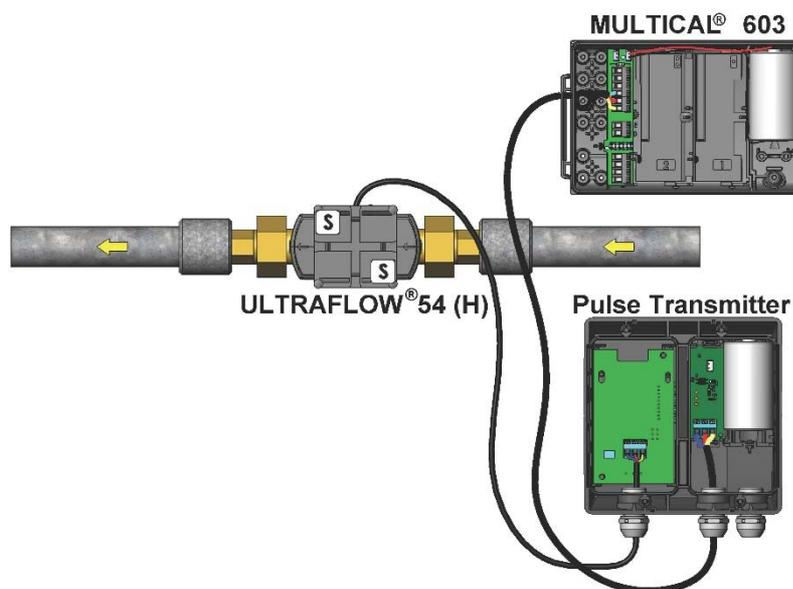

Рис. 30. ULTRAFLOW® 54 (H), подключенный к передатчику импульсов с питанием от батареи. MULTICAL® 603, соединен с модулем вывода передатчика импульсов (Y=3).
**Внимание:** При использовании батарейного питания незадействованные резьбовые соединения для кабелей должны быть закрыты заглушками как показано на Рис. 30, стр. 40.